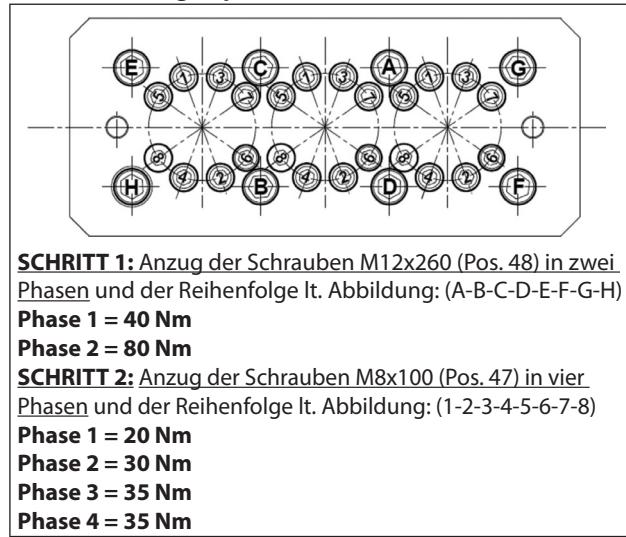

Abb. 68
** Die Befestigungsschrauben des Kopfs, Pos. 48 der Explosionszeichnung, müssen mit einem Drehmomentschlüssel in den Schritten und der Reihenfolge gemäß Schema in Abb. 68 festgezogen werden.
** Die Befestigungsschrauben der Buchsen, Pos. 47 der Explosionszeichnung, müssen mit einem Drehmomentschlüssel in einer Phase und der Reihenfolge gemäß Schema in Abb. 68 festgezogen werden.